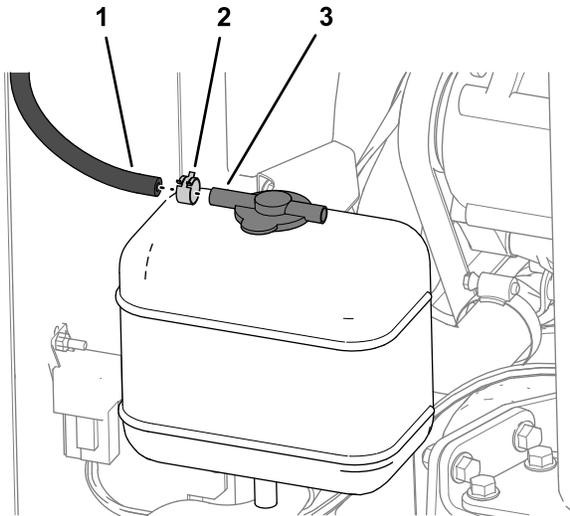

図 54
- 冷却液補助タンクをのキャップについている長い方のホースバーブに、ホース8 x 254 mmを取り付けて、小さいホースクランプで固定する 図 54。
- コンソールにコンソールカバーを取り付ける 図 54。